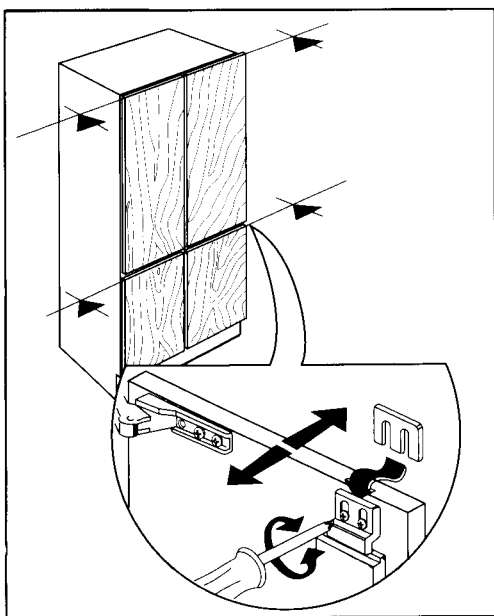

Fig. 8a
- Regolare la planarità tra le antine allentando le viti dei tassello di trascinamento e inserire gli appositi spessori in dotazione (Fig. 8a).